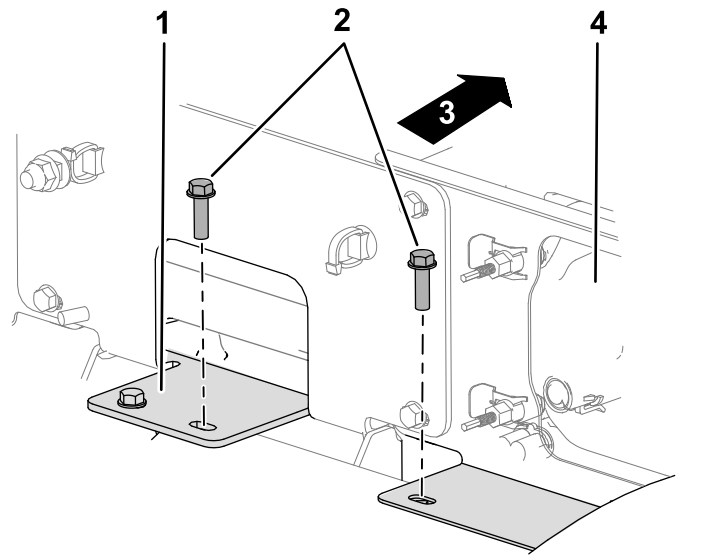

Рисунок 36
3. На нижней опоре фар снимите 2 болта с шестигранной головкой с буртиком (1/4 x 7/8 дюйма), которые расположены внутри правой фары и крепят кронштейны фары к фаре (Рисунок 36).